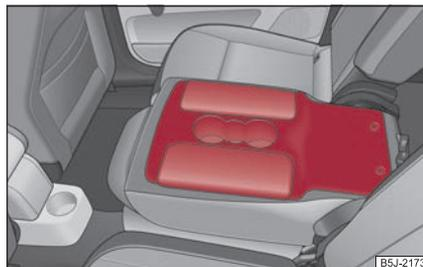

Fig. 73 Asientos traseros: Apoyabrazos
- Puede abatir el respaldo central hacia delante ⇒ página 70, “Abatir asientos hacia delante” y utilizarlo como apoyabrazos o mesa con portavasos ⇒ fig. 73.